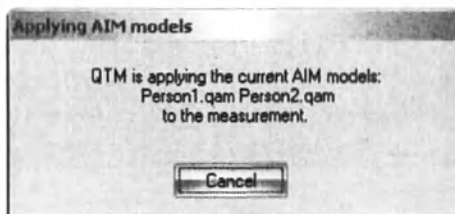

Рис. 87 Окно отображения хода применения AIM модели с возможностью отмены.
5. Кликните OK, модуль AIM попытается применить модель к измерению. Кликните Cancel (Отменить) в диалоговом окне, указанном ниже, для прерывания процесса (Рис. 87).